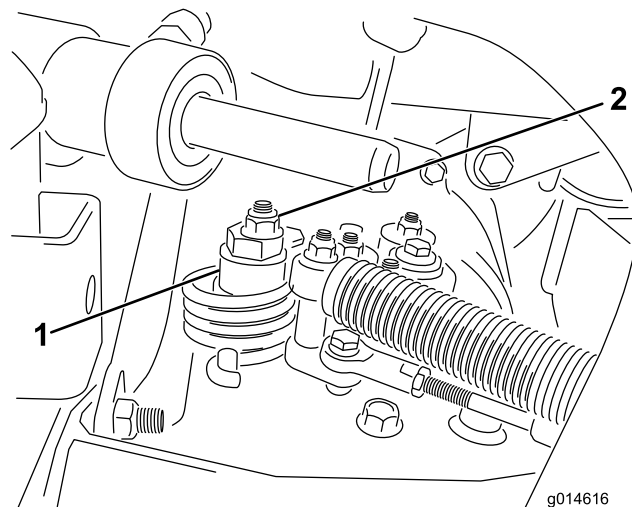

图 43
- A. 松开将偏心螺栓固定到静液压泵顶部的螺母 图 43。
- C. 旋转偏心螺栓直到不再出现任何方向的缓慢前移。当轮子停止旋转时旋紧螺母锁定偏心螺栓和调整图 43。将油门移至慢速 和 快速 位置验证调节情况。